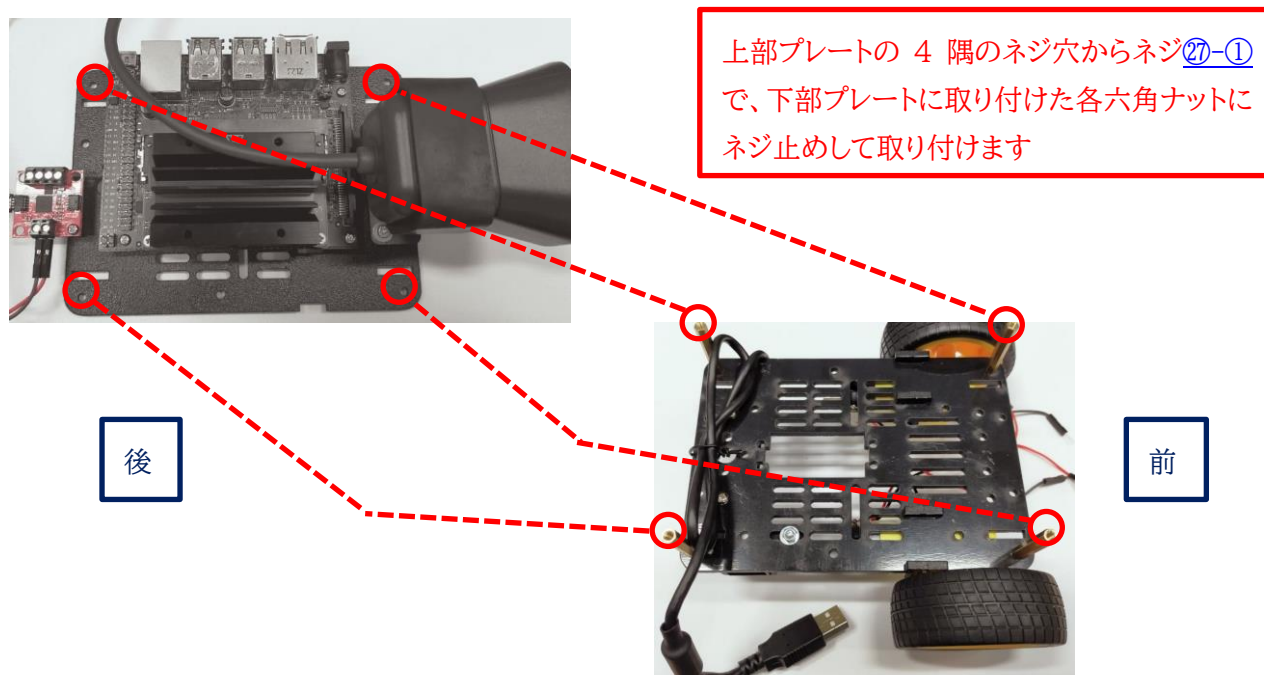

図 2-16 上部プレートと下部プレートとの取り付け
上部プレートと下部プレートにそれぞれ部品の取り付けが完了しましたら、図 2-9 で下部プレートに取り付けた六角ナットに上部プレートを接続します。上部プレートの4隅のネジ穴からネジ②⑦-①でネジ止めして取り付けます。この時、上部プレートと下部プレートの前後が逆にならないように注意してください。(図 2-16 参照)。